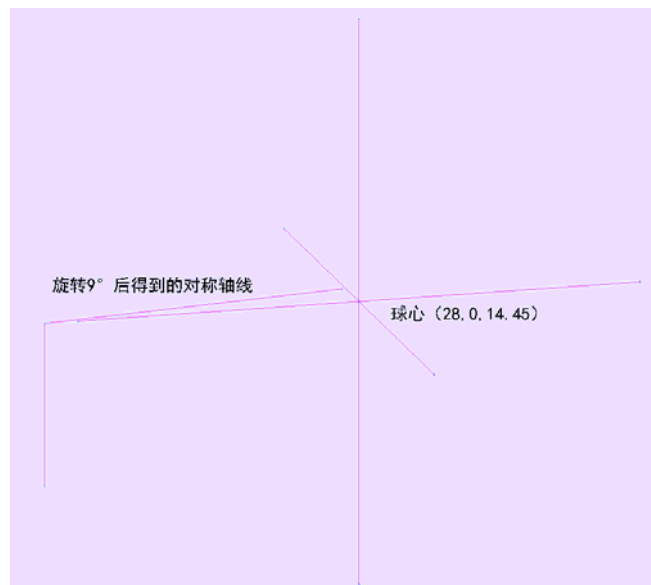

图 5. 球半径和花瓣对称轴
2. 如图 5 所示，从球心位置开始画球，首先继续在正交状态下从球心往  $x,y,z$  正方向和负方向三个方向画球的半径 25 米。将建筑物中心到球心的线旋转  $9^\circ$  得到了花瓣的对称轴线。